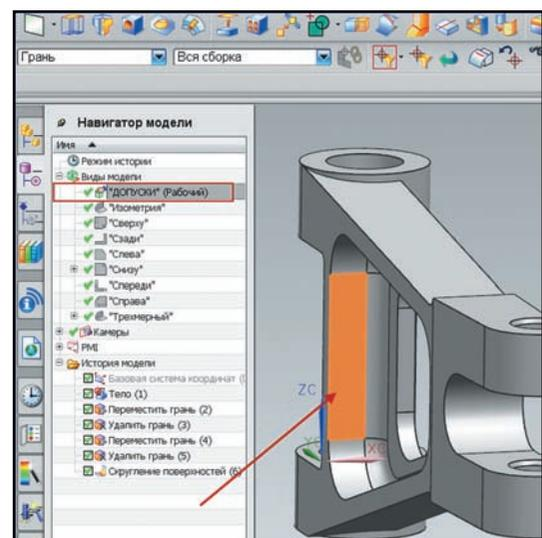

Рисунок 9.35. Создание нового вида
- В **Навигаторе модели** выберите узел **Виды модели (Model Views)** и, нажав правую кнопку мыши, выберите пункт меню **Добавить вид (Add View)**. Введите имя вида и нажмите **Enter**. Созданный вид станет текущим, и создаваемые элементы аннотаций будут привязываться к нему (рис. 9.35).